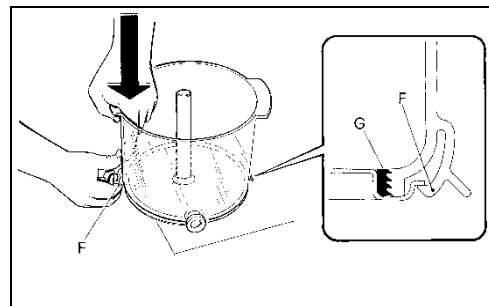

Fig. 12
- Durant la phase de montage positionner le joint G comme montré sur la fig 12.
- Afin de faciliter le montage, parsemer de vaseline ou autre lubrifiant approprié le siège du conteneur (A) en contact avec le joint (G) (fig. 12).
- Tirer vers l'extérieur le levier(F) et en poussant vers le bas (fig 12) insérer le bac dans son logement.